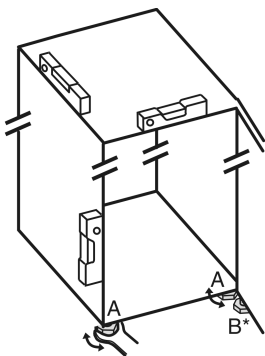

Fig. 5
- ▶ Відкручіть ніжки Fig. 5 (A) наявним у комплекті гайковим ключем із відкритим зівом і за допомогою рівня, доки пристрій не стоятиме рівно на поверхні та його не буде вирівняно.
- ▶ Відкручіть регульовану ніжку Fig. 5 (B) на опорному кронштейні наявним у комплекті гайковим ключем із відкритим зівом, доки вона не прилягатиме до підлоги.
- ▶ Поверніть регульовану ніжку Fig. 5 (B) ще на 90°.